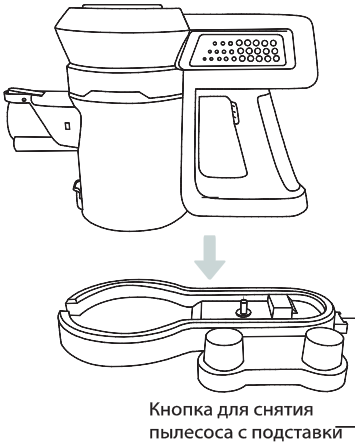

Рис. 3. Установка на подставку
- ☒ Перед началом использования аккумулятор прибора следует полностью зарядить. Установите прибор на настенную зарядную станцию (рис. 3). Чтобы снять прибор со станции нужно нажать кнопку, расположенную в верхней части станции.